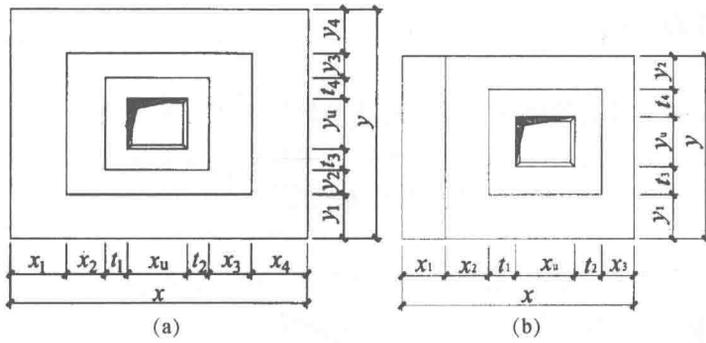

图 1-14 阶形截面杯口独立基础原位标注
① 阶形截面。阶形截面杯口独立基础原位标注图，如图 1-14 所示。